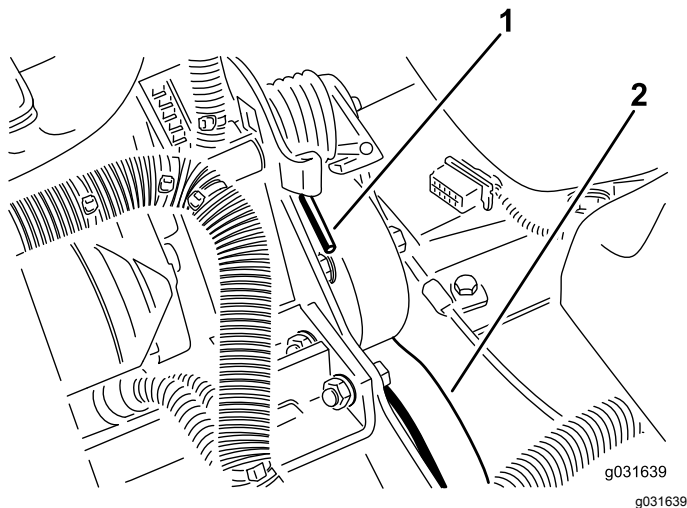

Figure 60
2. Appuyez sur l'extrémité du ressort et poussez-la vers l'avant pour décrocher le ressort du support et le détendre (Figure 60).